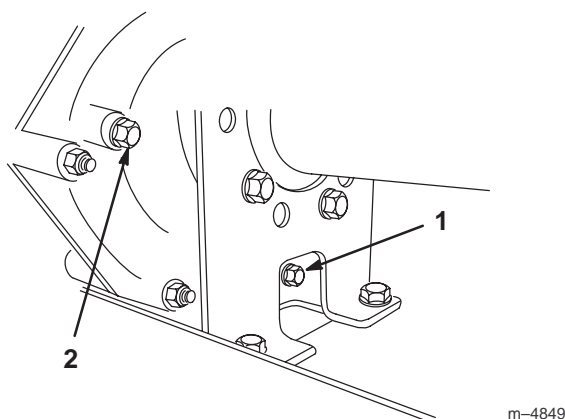

Figure 40
2. Enlevez le bouchon de vidange sur le côté droit du réservoir (Fig. 40) et laissez l'huile s'écouler dans un bac de vidange. Revissez le bouchon de vidange en place lorsque toute l'huile s'est écoulée.
3. Versez environ 1,4 l d'huile moteur SAE 10W30 dans le réservoir (Fig. 41) ou faites l'appoint jusqu'à ce que le niveau atteigne le bas du trou d'indication de niveau (Fig. 40).